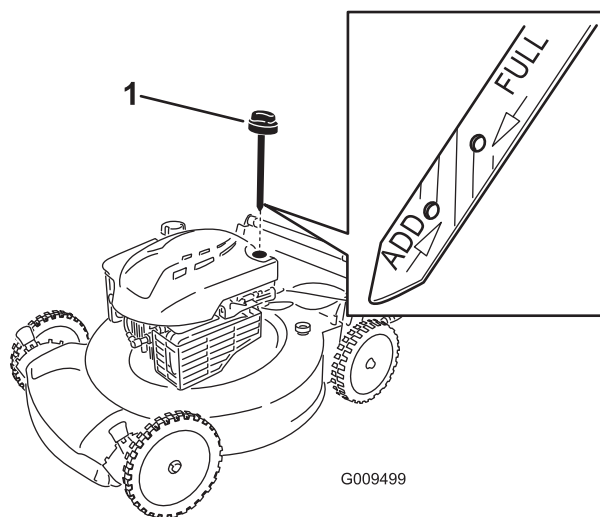

Figure 25
6. Retirez la jauge de niveau du tube de remplissage (Figure 25).